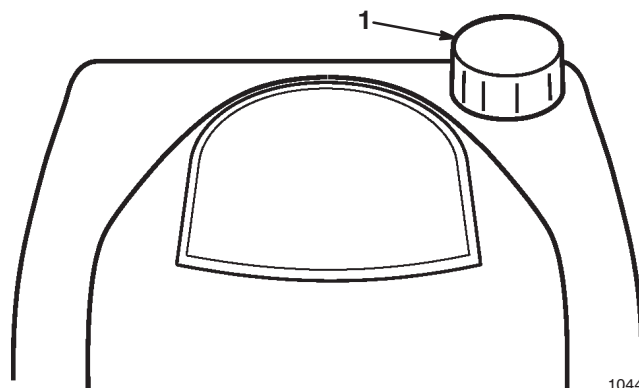

Figure 63
1. Nettoyer le pourtour du bouchon d'essence avant de le retirer (Fig. 63). Remplir le réservoir du mélange huile/essence jusqu'au bas du tube de remplissage et non pas dans le tube. NE PAS REMPLIR LE RÉSERVOIR EN EXCÈS. Replacer le bouchon correctement et essuyer tout carburant répandu.